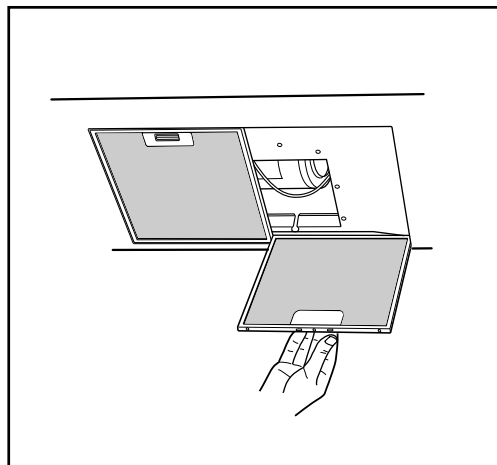
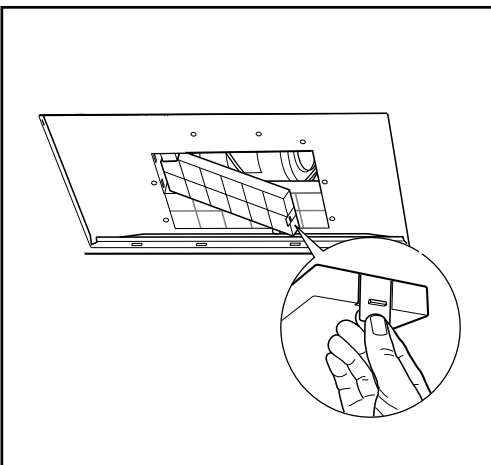

Fig.6
Fig.7
En mode recyclage, vous devrez installer des filtres charbons (options disponibles au SAV CARREFOUR). Pour les mettre en place, démontez les grilles (fig.6) et positionnez les filtres (fig. 7).
Le bon fonctionnement de la hotte est lié à la fréquence des opérations d'entretien, et plus particulièrement à l'entretien des filtres anti-graisse (fig. 6) et au remplacement des filtres charbon quand ils sont installés.
- Retirez les filtres métalliques anti-graisse (fig. 6) et lavez-les avec de l'eau et un détergent liquide neutre en laissant la saleté se détacher.
- En vue d'une manipulation de la hotte plus facile, avant d'exécuter les opérations de montage, démonter les filtres anti-graisse (Fig.6).
- Les filtres au charbon actif doivent être installés à l'intérieur de la hotte (Fig.7).